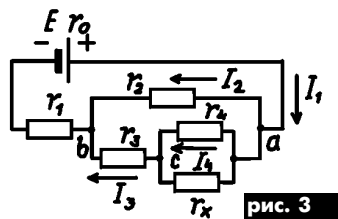

рис. 3
3. У схемі **рис. 3** знайти опір  $r_x$ , якщо  $I_1=2,6 \text{ А}$ ,  $I_2=0,6 \text{ А}$ ,  $r_1=0,5 \text{ Ом}$ ,  $r_2=1,4 \text{ Ом}$ ,  $r_3=3 \text{ Ом}$ ,  $r_4=2,5 \text{ Ом}$ . Знайти е.р.с. батареї E, якщо її внутрішній опір  $r_0=0,1 \text{ Ом}$ . (7 оч.)